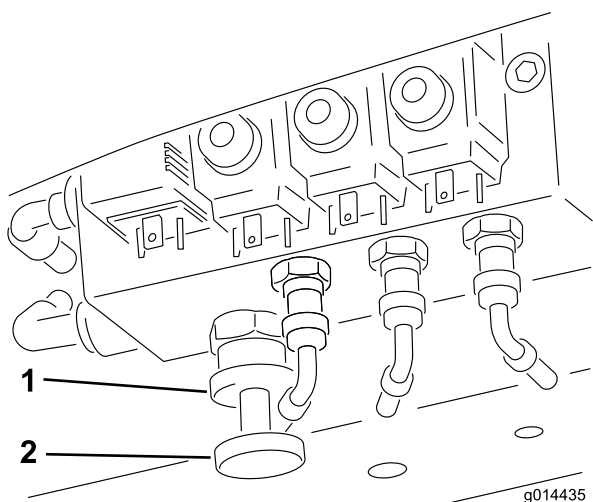

Bild 32
Aktivieren der Gewichtsverlagerung: Das Ausmaß der Gewichtsverlagerung kann je nach Einsatzbedingungen verstellt werden, indem Sie das Handrad für die Gewichtsverlagerung wie folgt drehen (Bild 32):
1. Lösen Sie die Ventilsicherungsmutter um eine halbe Umdrehung nach links und halten Sie sie in dieser Stellung (Bild 32).
2. Drehen Sie das Ventilhandrad (Bild 32) nach links, um die Gewichtsverlagerung zu verringern, oder nach rechts, um die Gewichtsverlagerung zu erhöhen.